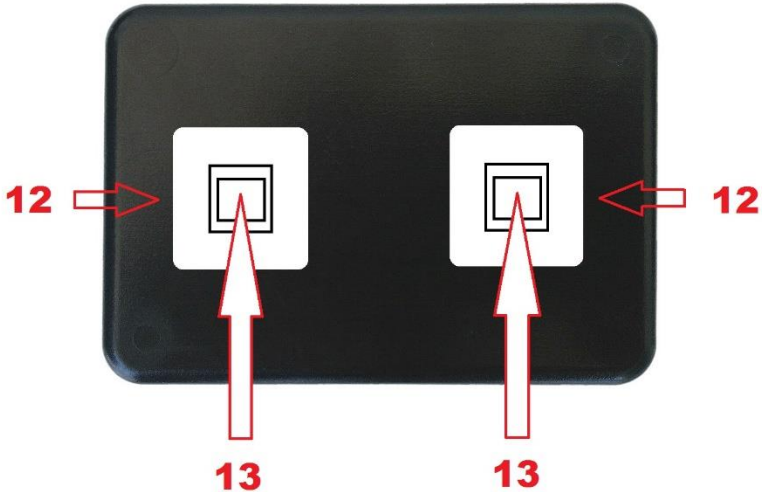

Abb. 6.2: FlowTimer+ Hub Rückansicht mit Befestigungssockeln
- Gemäß der Abbildung 6.2 die selbstklebenden Befestigungssockel (12) an die Rückseite des FlowTimer+ Hub kleben. Die Kabelbinder (13) von unten durch die Sockel schieben und an der Rohrleitung festziehen.
Gemäß Abbildung 6.2 ist im Ruhezustand (ohne Alarm) die Spannungsversorgungsbuchse (6) mit der USB Ladebuchse (10) intern verbunden.